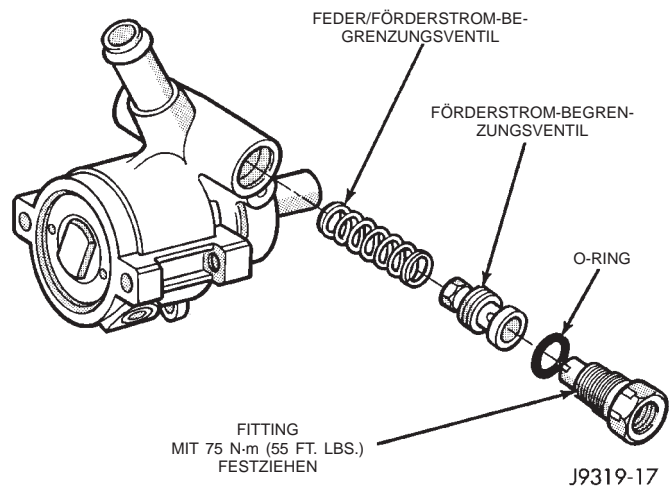

Abb. 7 Förderstrom-Begrenzungsventil
(1) Den Bereich um den Hochdruckanschluss gründlich reinigen, damit kein Schmutz in die Servopumpe gelangen kann. Den Hochdruckschlauch vom Anschluss lösen.
(2) Fitting aus dem Gehäuse der Servopumpe herausrauben (Abb. 7). **Dabei darauf achten, dass Förderstrom-Begrenzungsventil und Feder nicht aus der Bohrung herausfallen.**